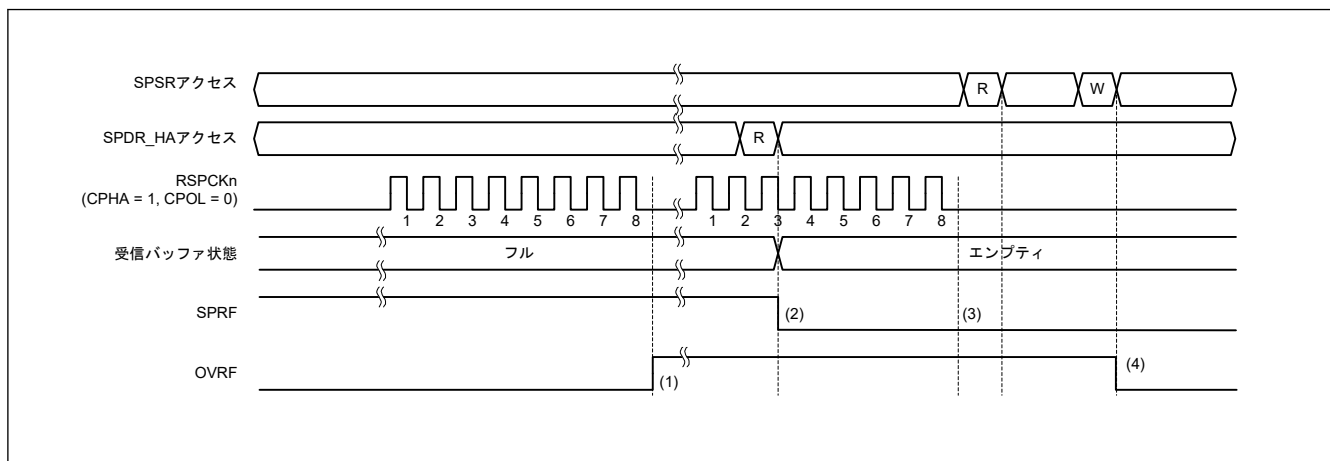

図 30.37 OVRF フラグおよび SPRF フラグの動作例
図 30.37 に OVRF フラグと SPRF フラグの動作例を示します。図 30.37 に示す SPSR アクセスと SPDR\_HA アクセスは、それぞれ SPSR レジスタと SPDR\_HA レジスタへのアクセス条件を示します。W は書き込みサイクル、R は読み出しサイクルを示します。この例では、SPCMDm.CPHA ビットが 1、SPCMDm.CPOL ビットが 0 の設定で、SPI が 8 ビットのシリアル転送を実行しています。RSPCKn 波形の下に記載した数字は RSPCK サイクル数 (= 転送ビット数) を示しています。
以下に、図 30.37 の (1) ～ (4) に示したタイミングでのフラグの動作内容を説明します。